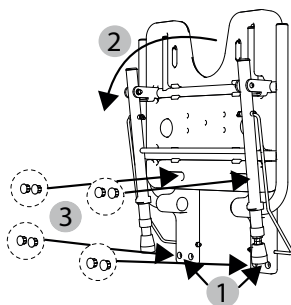

fig. 2
3. Posizionare il pannello da parete in corrispondenza dei fori (fig. 2, 1). Stringere le viti lasciando tuttavia il pannello ancora mobile. Regolare la posizione del pannello con una livella e stringere le viti.
4. Alzare il ribaltabile per doccia (fig. 2, 2).
6. Infine inserire le coperture protettive (8 pz.) (fig. 2, 3) nei fori del fissaggio a parete.